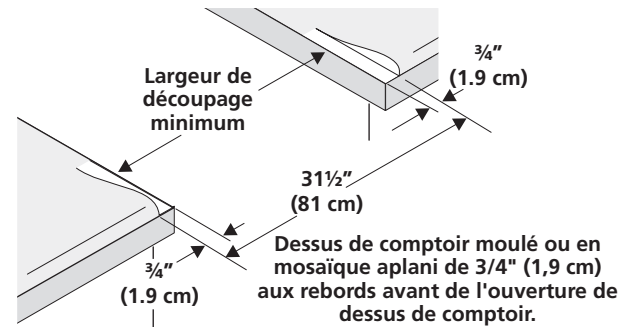

Figure 7
**Aux endroits où les codes locaux l'interdisent, ou si vous raccordez à un système électrique à quatre conducteurs, ne raccordez pas le conducteur de mise à la terre du châssis au fil neutre (blanc) de la boîte de jonction (voir figure 7):**